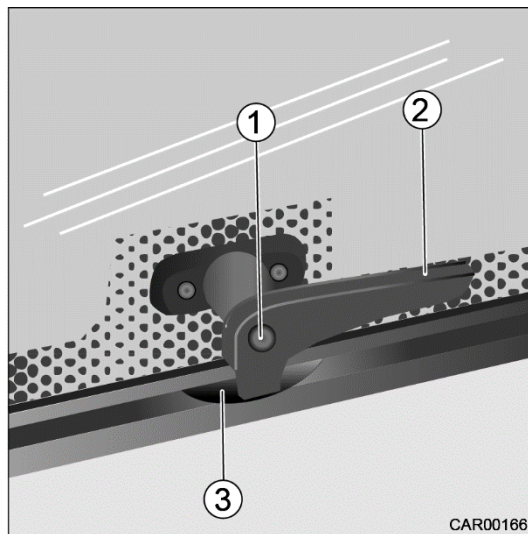

Fig. 61 Verrouillage des vitres orientables
1. Appuyer sur le bouton de blocage (Fig. 61/1) et le maintenir appuyé.
2. Placer le levier de verrouillage (Fig. 61/2) verticalement.
4. Tourner de nouveau la clé du levier de verrouillage (Fig. 61/2) en position initiale. Fermer le levier de verrouillage de manière à ce que celui-ci s'engage autour de l'entretoise de la vitre (Fig. 61/3).
5. Vérifier si le bouton de blocage n'est pas enfoncé, mais sécurise le levier de verrouillage (Fig. 61/2).